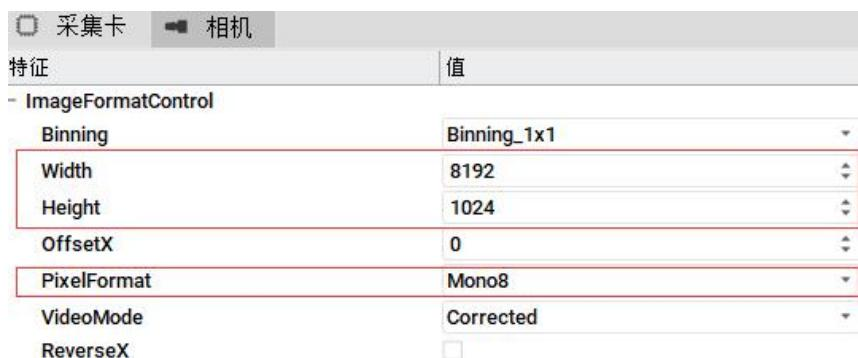

图 2.2-1 相机端图像格式设置
(1) 相机端 ImageFormatControl 选项卡下可设置图像格式, Width 和 Height 对应图像的宽度和高度, 宽度默认 8192。PixelFormat 可选择 RGB8、BGR8, 如图 2.2-1 所示。